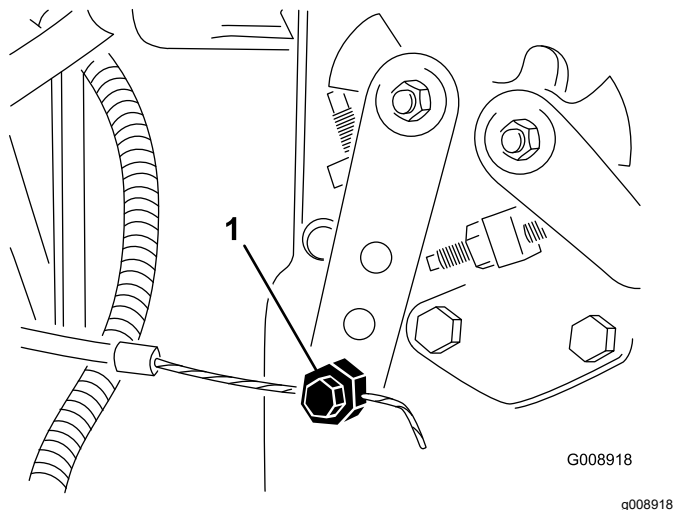

Bild 86
4. Lockern Sie den Anschluss des Bowdenzugs am Arm der Einspritzpumpe (Bild 86).